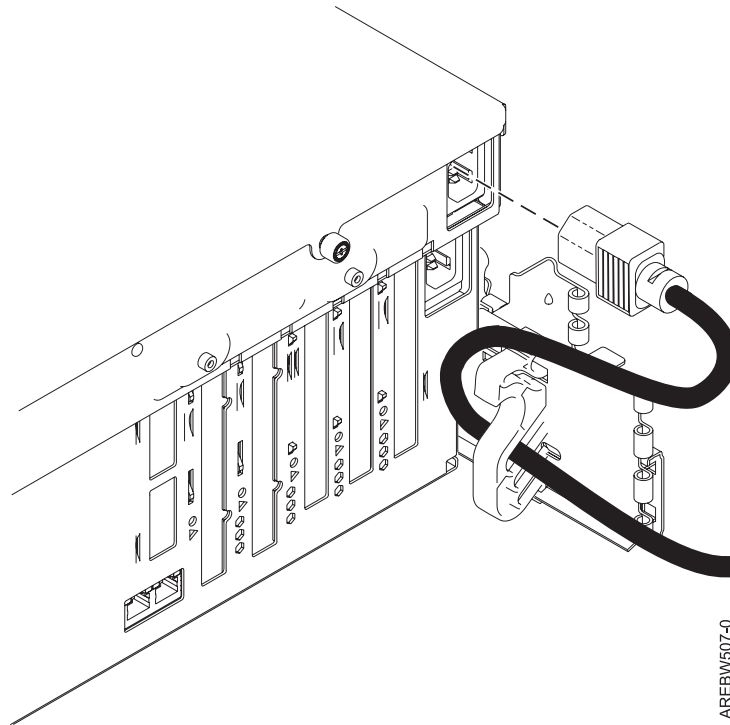

Figure 60. Routage du cordon d'alimentation de l'unité centrale
- En vous tenant face à l'arrière de l'unité centrale, notez l'emplacement de la languette inférieure du passe-câbles. Tournez le passe-câbles dans le sens inverse des aiguilles d'une montre pour le mettre en position horizontale et insérez sa languette inférieure dans l'orifice inférieur de la glissière. Puis, tournez le passe-câbles dans le sens des aiguilles d'une montre jusqu'à le remettre en position verticale, comme indiqué dans figure 60, à la page 61. Faites passer le cordon d'alimentation du système dans le passe-câbles comme indiqué dans cette figure. Puis appuyez sur le dessus du passe-câbles et insérez la languette supérieure dans l'orifice supérieur.